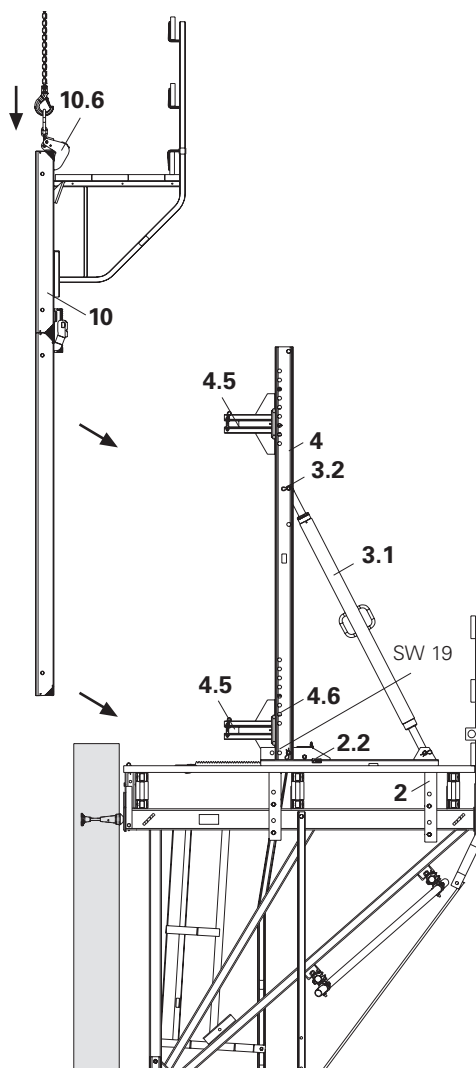

Fig. B2.21
1. Recolher o carro (2) e travar com cunha (2.2), ver B4.1.
2. Fixar o conector CB (4.5) ao perfil vertical CB (4) usando cavilhas Ø 25 x 180 e grupilhas (4.6).
3. Ligar o perfil vertical (4) ao carro (2) usando cavilhas Ø 25 x 180 e grupilhas (4.6).
4. Ligar o estabilizador (3.1) ao perfil vertical usando cavilhas Ø 25 x 180 e grupilhas (3.2) e travar lateralmente os perfis verticais. (Fig. B2.21)